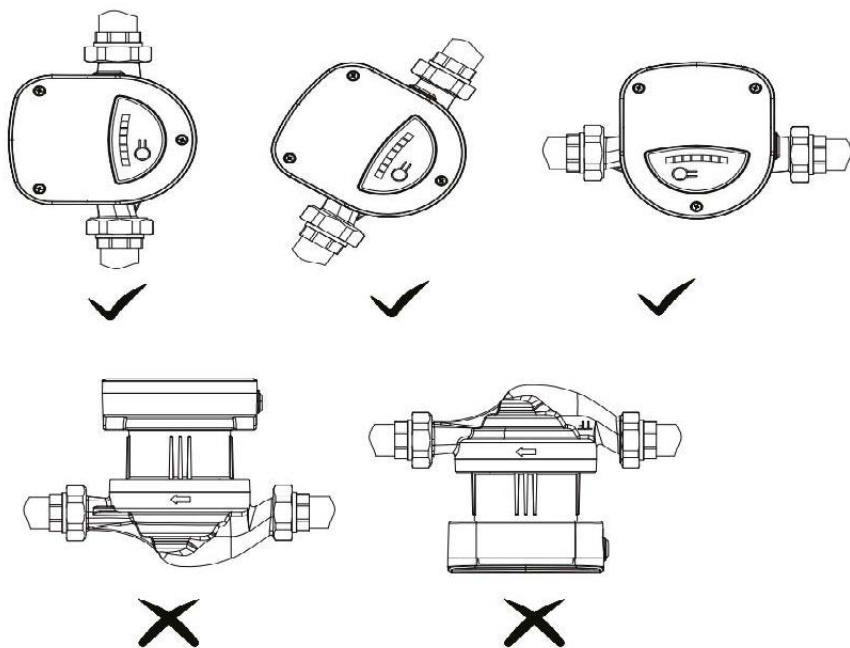

Рисунок 2. Правильное установочное положение насоса
- вал двигателя насоса должен располагаться строго горизонтально (Рис. 2);